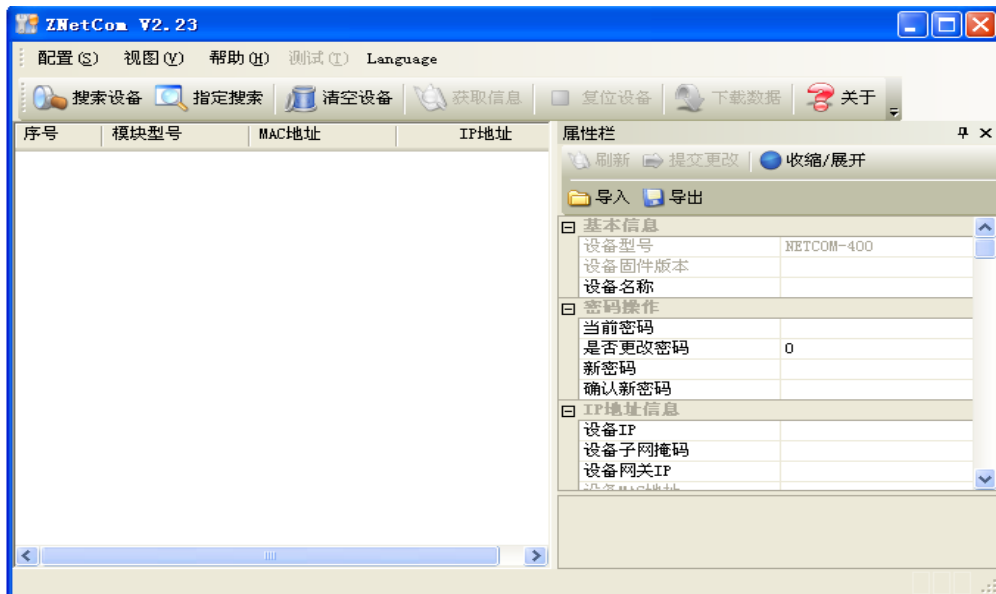

图 4.1 ZNetCom 软件运行界面
3. 点击 运行 ZNetCom 软件,出现如图 4.1 所示界面。